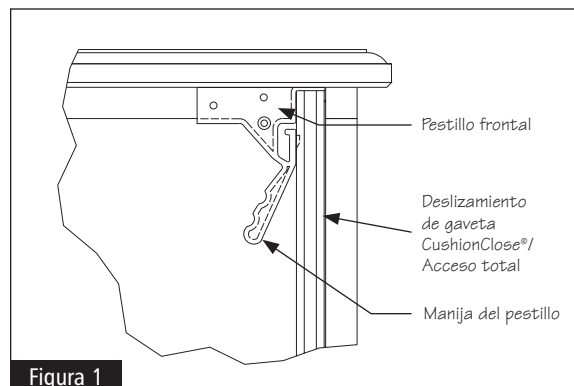

Figura 1
- 1** Determine el gabinete en donde esta unidad será instalada y retire el cuerpo de la gaveta existente del gabinete. Para esto, jale las manijas de pestillo frontales en la parte inferior del gabinete (consulte la figura 1) hacia el exterior del cuerpo de la gaveta. Destornille la parte frontal de la gaveta del cuerpo de la gaveta existente y marque el borde inferior.
- 5** Verifique que los pestillos frontales aseguren el deslizamiento (consulte la figura 1). Jale la gaveta completamente para verificar lo anterior visualmente o jale hasta sentir que el deslizamiento entra completamente en el tope. Si los pestillos frontales no entran completamente en el deslizamiento, es posible que la gaveta se salga durante el uso y que cause daño.